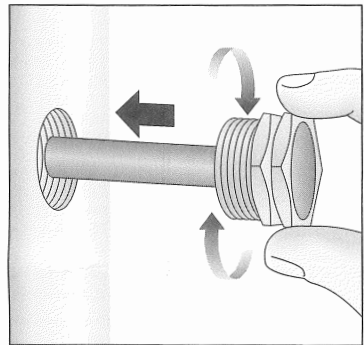
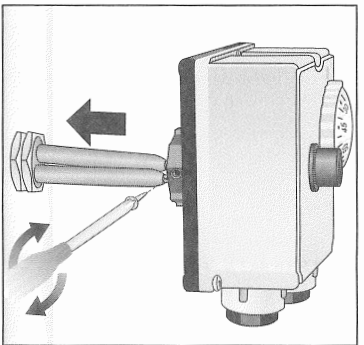

fig.3 - Abb.3
fig.4 - Abb. 4
A) Vedere fig.3 e fig.4.
A) See fig.3 and fig.4